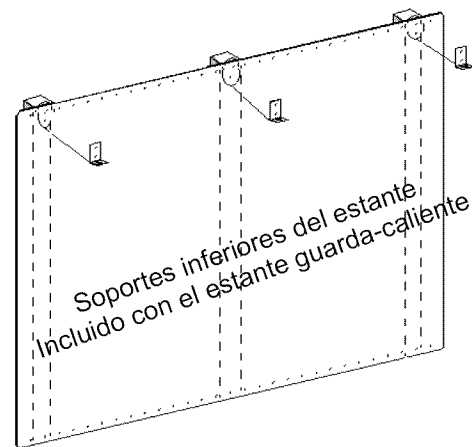

Figura 16: Consola trasera de protección con estante guardacaliente
3. En el lugar indicado en la Figura 16, fije los soportes inferiores proporcionados con el estante guarda-caliente a través de la consola trasera de protección en los travesaños de pared.